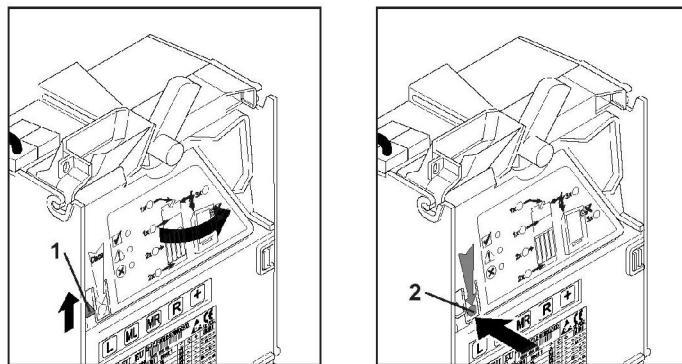

Рисунок 42 – Открывание и закрывание приемной части монетоприемника NRI Currenza
2.4.21.2 Для извлечения застрявшей монеты или чистки необходимо открыть крышку монетоприемника и извлечь монету (см. рис. 42).
- открыть модуль сортировки (см. рис. 42);